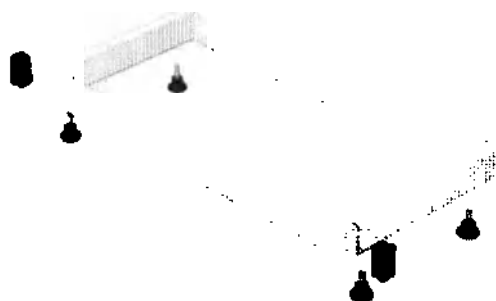

Рис.2-Сборка каркаса: ЛК-600-СМС-ПВ-Н, ЛК-900-СМС-ПВ-Н, ЛК-1200-СМС-ПВ-Н-1, ЛК-1500-СМС-ПВ-Н-1, ЛК-1200-СМС-ПВ-Н-2, ЛК-1500-СМС-ПВ-Н-2
- [2] • Установить в раму регулируемые опоры (Рис. 2);
- Вставить заглушки 60х30 в раму (Рис. 2).